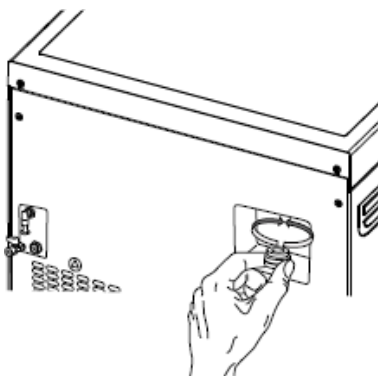

Fig. 9.2.1-1
Curățați foarte bine camera de sterilizare cu o cârpă neabrazivă și umedă, (Fig. 9.2-1) după ce ați scos suportul tăvii.
2. Rotiți bușonul care se află pe partea superioară a valvei în sens invers până când se va roti liber (Fig. 9.2.1-1).